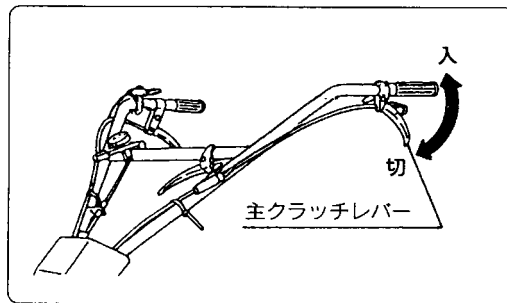

図5
- ① スロットルレバーをゆっくり「高速」位置にします。(図5)
- ② 主クラッチレバーをゆっくり握ります。レバーが上がった状態でクラッチが入ります。
- ② スロットルレバーを「低速」位置に戻します。(図5)